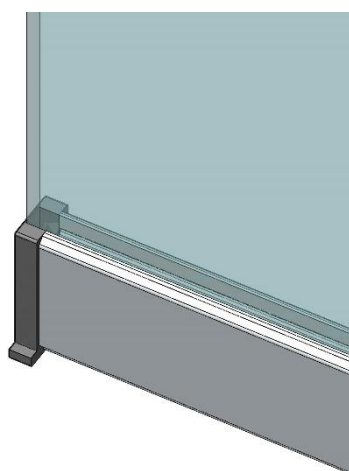

Figura 21
- Comprobar que las Tapas Lateral del perfil Corredera encajan correctamente y no queda separación entre la tapa y el perfil de aluminio en ambos extremos del perfil (Figura 21).